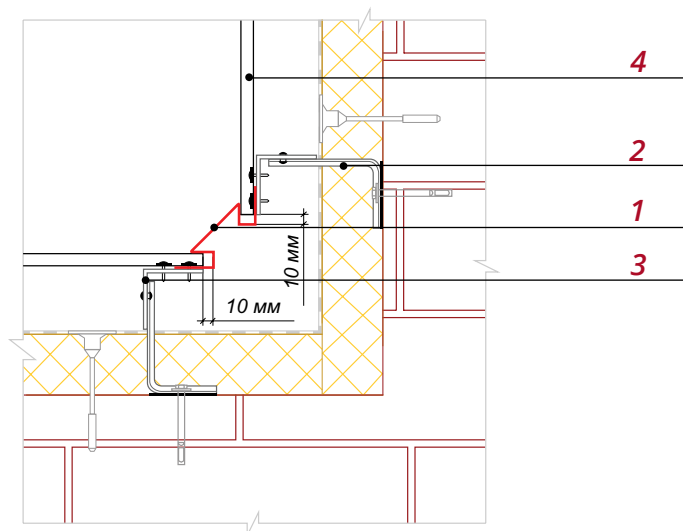

Рис. 8
■ На внутреннем угле фасада необходимо установить два крепежных кронштейна **2** и крепежные профили **3** так, чтобы можно было закрепить Планку угла внутреннего **1** и примыкающие к ней панели **4** (рис.8).
■ Закрепите Планку угла внутреннего к крепежным профилям, предварительно выставив ее по уровню. См. схему на рис.8.